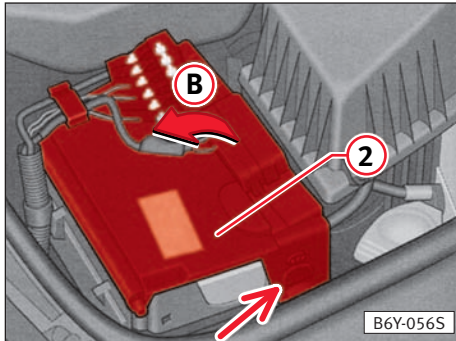

Abb.130
- Ziehen Sie leicht an der seitlichen Lasche der Batterieabdeckung ⇒ Pfeil, Abb.130. Heben Sie den Deckel dann durch Ziehen in Pfeilrichtung ② ganz ab.